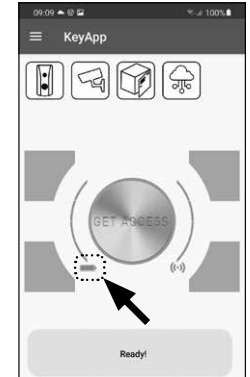

Abb. 144
- ! Tipp:** Wir empfehlen Ihnen, immer gleichzeitig die Batterien in Zylinder und Tastatur zu tauschen. Sie haben allerdings jederzeit auch die Möglichkeit, den Batteriestatus des Zylinders gesondert zu prüfen. Der aktuelle Batteriestatus wird Ihnen im Hauptschirm der secuENTRY KeyApp angezeigt (Abb. 144).